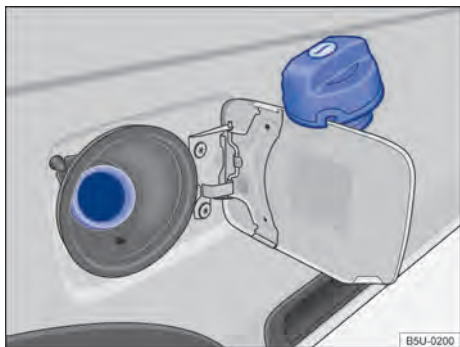

Fig. 160 Portinhola do tanque de combustível aberta com a tampa do tanque de combustível pendurada.
- Girar a tampa do tanque no sentido anti-horário e pendurá-la em cima da portinhola do tanque de combustível → Fig. 160.